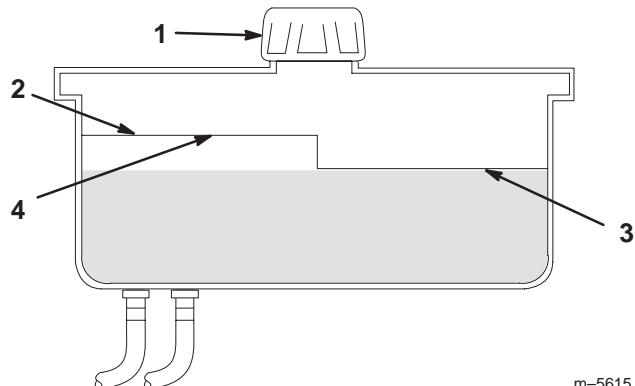

Bild 53
2. Reinigen Sie den Bereich um den Einfüllstutzen des Hydrauliktanks (Bild 53).
3. Drehen Sie den Deckel vom Einfüllstutzen ab. Kontrollieren Sie die Innenseite, um nachzuprüfen, ob Öl im Behälter ist (Bild 53).
Hinweis: Der Füllstand sollte bei heißem Öl die Oberkante der **heißen** Einfüllmarkierung der Zwischenplatte erreichen (Bild 53).